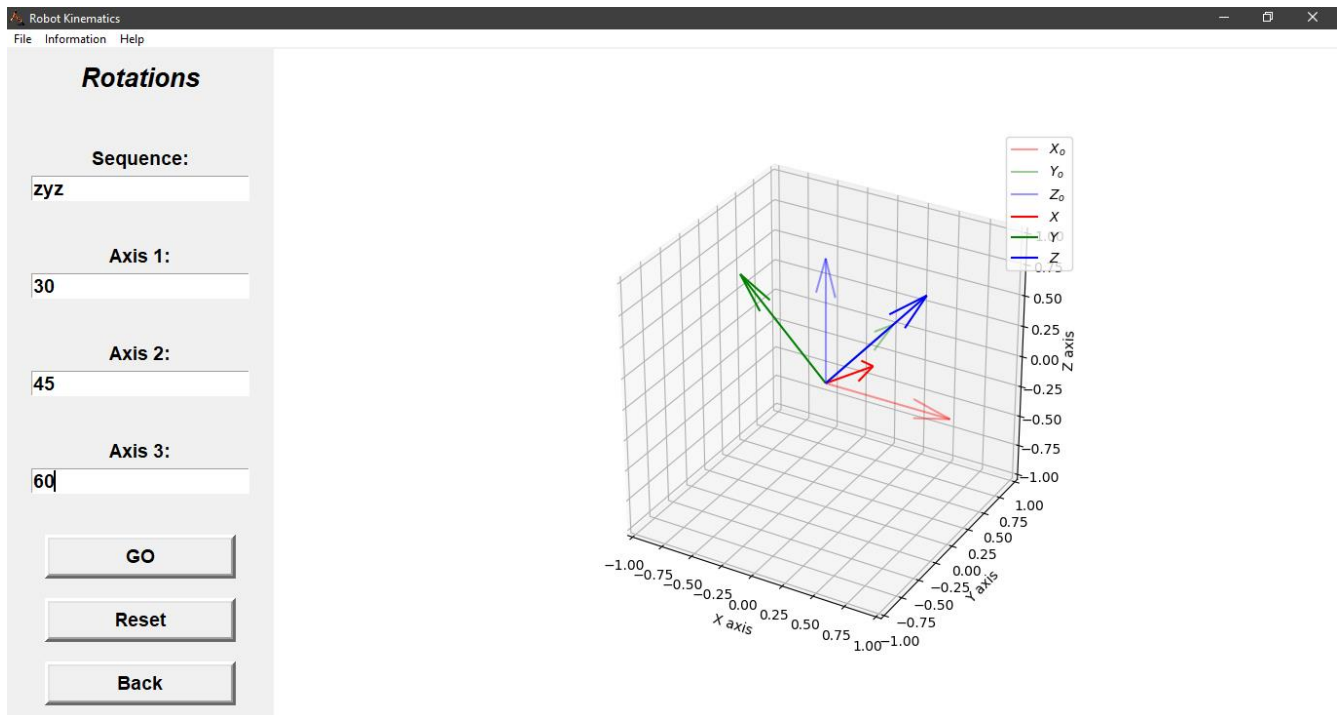

Ilustración 5. Ejemplo de la ventana de rotaciones (1)
Ejemplo: La secuencia que se usó para este ejemplo fue "ZYZ", los ángulos se pueden observar en las ***Ilustración 5. Ejemplo de la ventana de rotaciones (1)*** e ¡Error! No se encuentra el origen de la referencia..